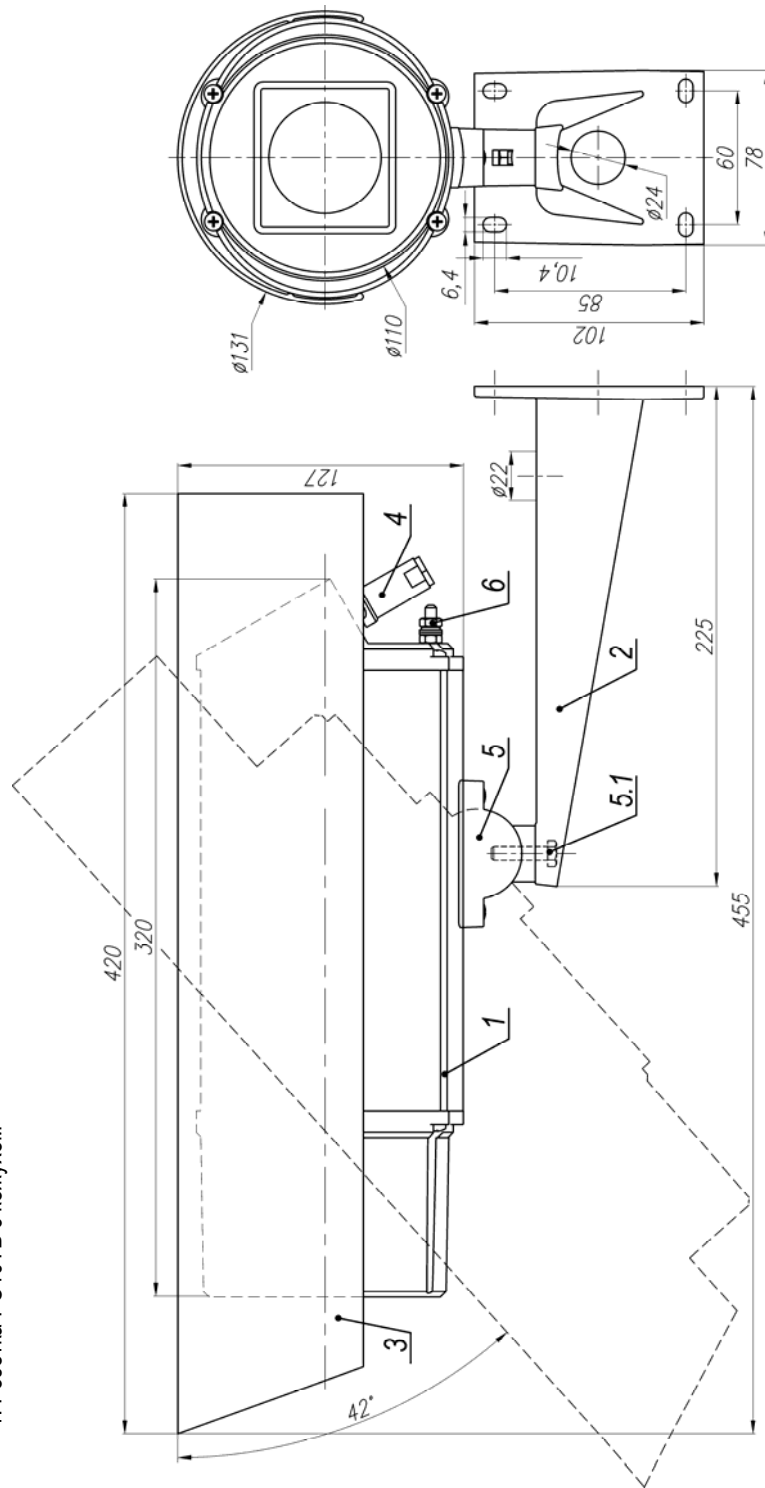

Рис.1 Габаритные и установочные размеры ТВК-90 PoE
9. Габаритные размеры ..... см. рис.1
**Состав изделия:** (см. рис.1)
3. Ослабив болт фиксации шарнира (поз.5.1 рис.1), установить гермобокс на нужное направление обзора, после чего надежно зафиксировать шарнир затянув болт.
4. Заземлить гермобокс с помощью болта заземления (поз.6 рис.1).